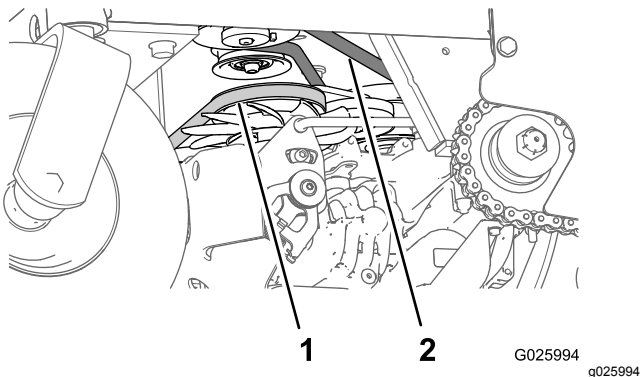

Figura 56
3. Compruebe la condición y la tensión de la correa de transmisión de la bomba auxiliar (Figura 56).
4. Compruebe la condición de la correa de la transmisión (Figura 56).